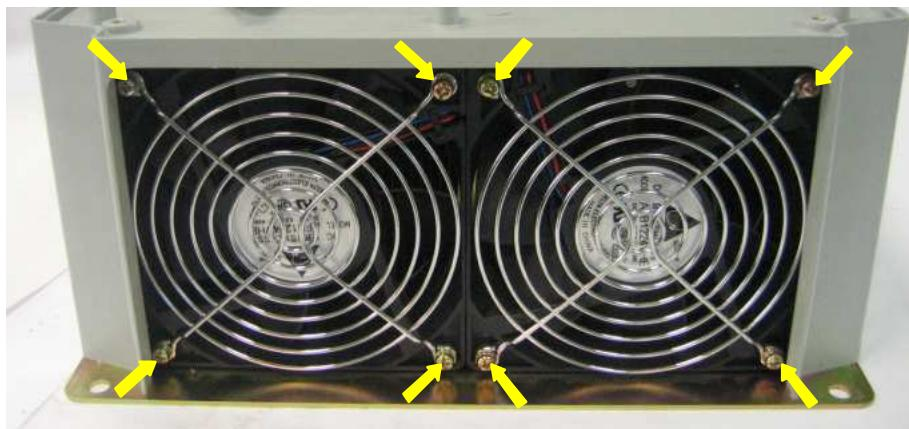

Рис. 6.10
6.8.1. Выкрутить 8 винтов крепления вентиляторов (рис. 6.10, жёлтые стрелки), вытянуть поочерёдно винты пинцетом из отверстий и положить их в тару.